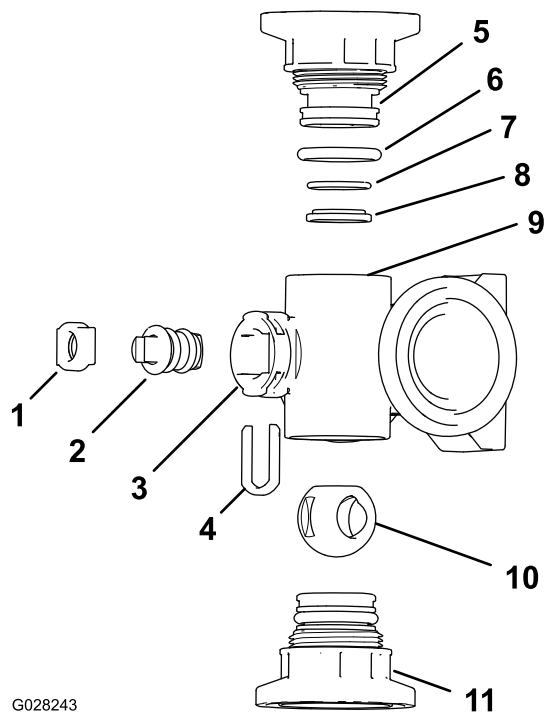
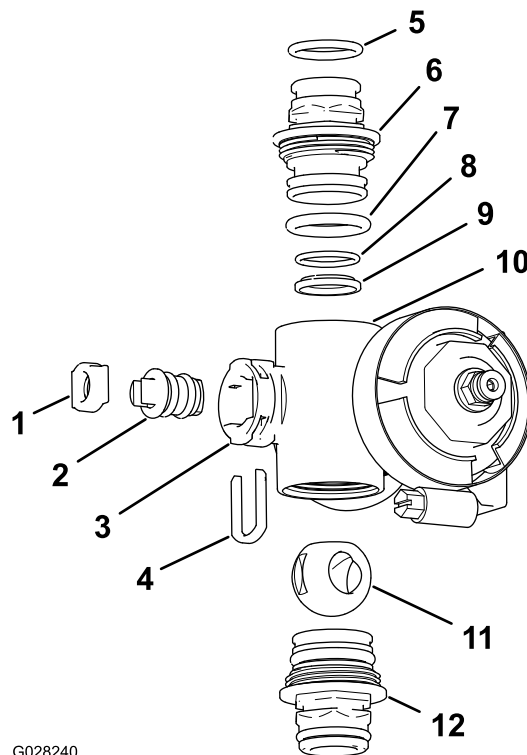

Figure 129
Figure 130
2. Déposez les 2 raccords d'embout à chaque extrémité du collecteur (Figure 129 et Figure 130).
4. Retirez l'étrier de fixation des fentes de l'orifice de tige du collecteur (Figure 129 et Figure 130).
5. Déposez l'étrier de fixation et le siège de la tige du collecteur (Figure 129 et Figure 130).
6. Passez dans le corps du collecteur pour déposer la tige de valve (Figure 129 et Figure 130).
1. Vérifiez l'état et l'usure des joints toriques de raccord de sortie (collecteur de vanne de section seulement), des joints toriques d'embout, des joints toriques de portée arrière et du siège de la bille (Figure 129 et Figure 130).
2. Appliquez de la graisse silicone sur la tige de la valve et insérez la tige dans son siège (Figure 129 et Figure 130).
3. Placez la tige et le siège dans le collecteur, et fixez-les à l'aide de l'étrier (Figure 129 et Figure 130).
4. Vérifiez que le joint torique de portée arrière et le siège de la bille sont bien alignés et engagés dans le raccord d'embout (Figure 129 et Figure 130).
5. Montez le raccord d'embout sur le corps du collecteur jusqu'à ce que la bride du raccord touche le corps du collecteur (Figure 129 et Figure 130), puis tournez encore le raccord d'embout de 1/8 à 1/4 de tour.